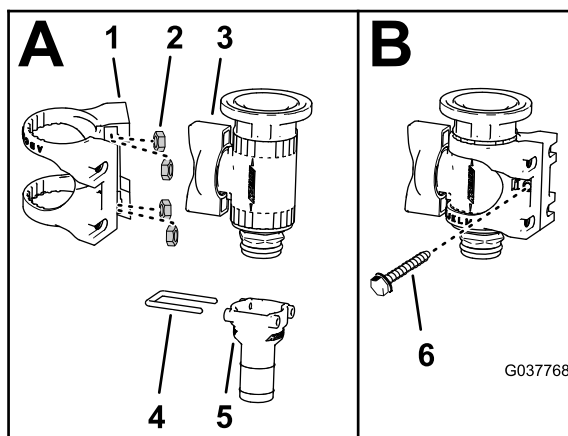

Bild 87
1. Falls sie nicht angebracht sind, setzen Sie die vier Edelstahlmuttern in die Schlitze in der Nylonhalterung für das Flanschabstellventil ein (Bild 87).
2. Nehmen Sie das gerade, gezahnte Anschlussstück (3/4") und den Halter vom Absperrventil ab (Bild 87).
3. Befestigen Sie das Flanschabstellventil in der Nylonhalterung, wie in Bild 87 abgebildet.
4. Befestigen Sie die Nylonhalterung mit der Schraube (6-32" x 5/8") am Flanschabstellventil, wie in Bild 87 abgebildet.